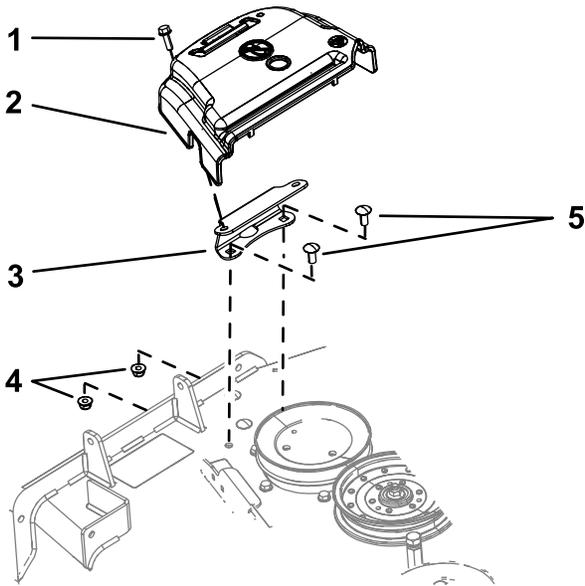

図 2
1. ベルトカバーをデッキに固定しているボルトを左に回してゆるめる 図 2。
2. ベルトカバーとボルトを、取り付けブラケットから外す 図 2。
1. カバー取り付けブラケットをデッキに固定しているボルト2本とフランジナット2個を取り外す 図 2。